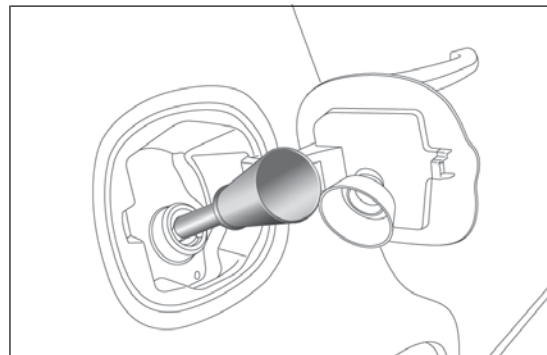

fig. 129
- ☐ introducir el adaptador en la boca de llenado, tal y como se indica en fig. 129 y proceder al repostado;